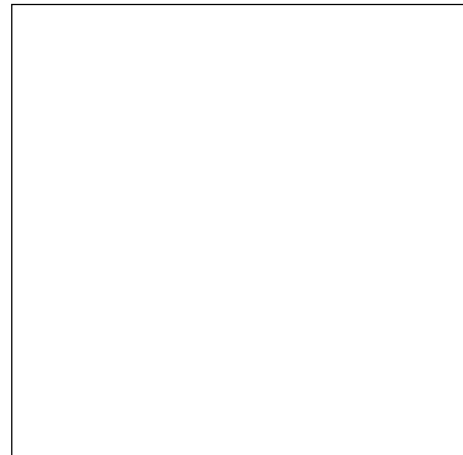

Bild 3 : Bohrungen Heckblech rechts und Dichtring
- 6.) Erforderliche Bohrungen in Heckblech bei " d " im Bereich unterhalb der rechten Pralldämpferöffnung anzeichnen und mit \varnothing 14 mm bohren (siehe Bild 3).
- 7.) Heckblech im Bereich um rechte Pralldämpferöffnung reinigen und beiliegenden Schaumstoffdichtring um Öffnung aufkleben. (siehe Bild 3).
- 8.) Gegenlagen (3) von hinten in Karosserielängsträger einführen und mit Verstärkungswinkel links (4) und rechts (5) mit Bundmuttern M 10 von unten lose verschrauben.
- 9.) Längsstreben links (2) und rechts (6) ebenfalls in Karosserielängsträger einführen und mit Sechskantschrauben M 10 x 30 und Scheiben 25 x 10,5 x 3 von oben lose mit der Karosserie verschrauben.
- 10.) Die Anhängervorrichtung (1) von hinten an das Heckblech anlegen und von innen mit Sechskantschrauben M 10 x 30 und Scheiben 25 x 10,5 x 3 lose mit dem Fahrzeug verschrauben.
- 11.) Die Anhängervorrichtung (1) ausrichten und die Verschraubungen in folgender Reihenfolge anziehen :